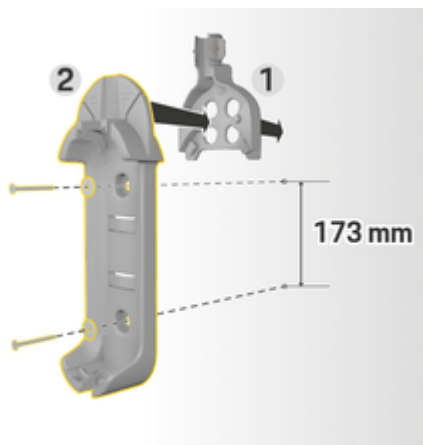

Fig. 28 Cotes de perçage
3. Pressez l'installation murale de base 2 (Fig. 28) dans le guide-câble 1 (Fig. 28) depuis l'avant.